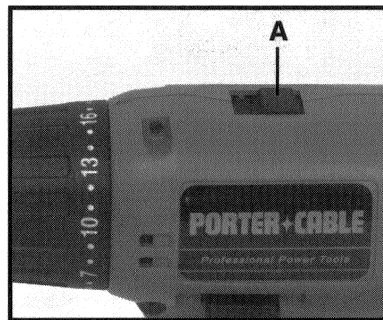

Fig. 4
El Taladro sin Cable, Modelo 862, tiene un cambio de engranajes de dos velocidades, lo cual resulta en límites giratorios del portabroca de aproximadamente: de 0 a 350 RPM (LOW) y de 0 a 1250 RPM (HIGH). Para cambiar entre las velocidades: suelte el gatillo para parar la marcha del motor y empuje el selector de velocidades (A) Fig. 4, hacia atrás para velocidades ALTAS (HIGH) y hacia adelante para velocidades BAJAS (LOW).